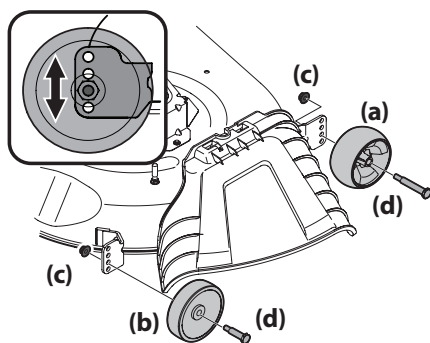

Figura 12
b. Retire las ruedas delanteras (a) y traseras (b) de la plataforma retirando las tuercas de seguridad con brida (c) y los tornillos con reborde (d) que los sujetan a la plataforma. Consulte la Figura 12.